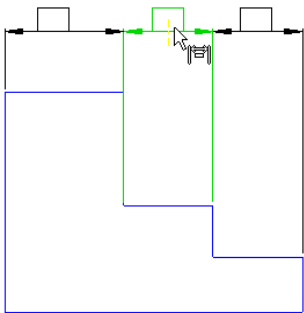

图 8-85 对齐尺寸一起移动
1. 设置对齐后的尺寸，如果移动其中一个尺寸，则与其对齐的尺寸会一起跟着移动。如图 8-85 所示。